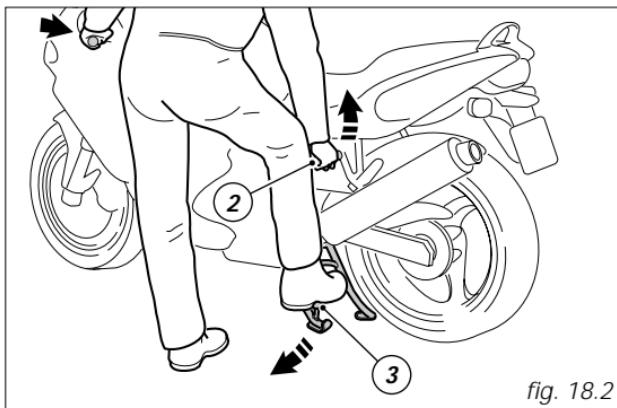

fig. 18.2
Tenez la poignée gauche de votre main gauche et la poignée (2, fig. 18.2) de votre main droite. Appuyez votre pied droit sur la surface d'appui (3) de la béquille centrale, jusqu'à l'amener au contact du sol. En même temps, à l'aide de la poignée de service, tirez le motocycle en arrière et vers le haut.